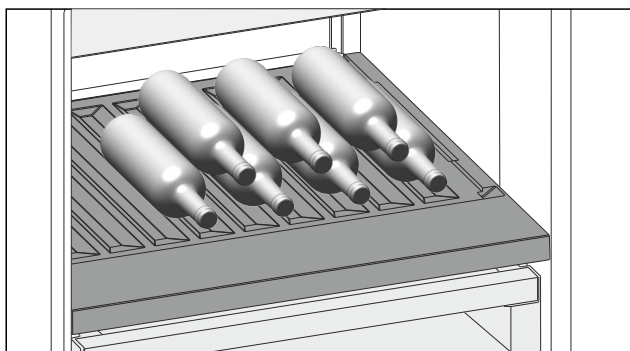

Fig. 166 Ilustrační zobrazení
- Láhve ukládejte dnem dozadu k zadní stěně. (viz Fig. 166)